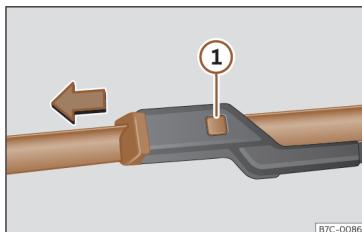

Fig. 38 Substituição das escovas do limpador para-brisas.
- Mantenha pressionado o botão de desbloqueio » **Fig. 38** ❶ puxando ligeiramente pela escova no sentido da seta.